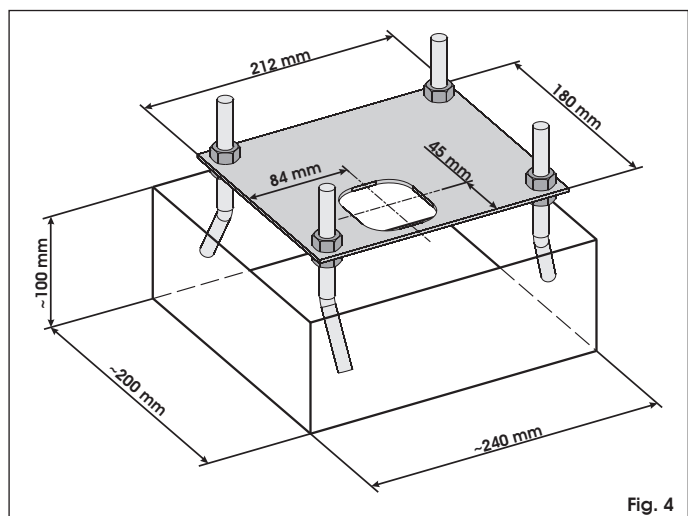
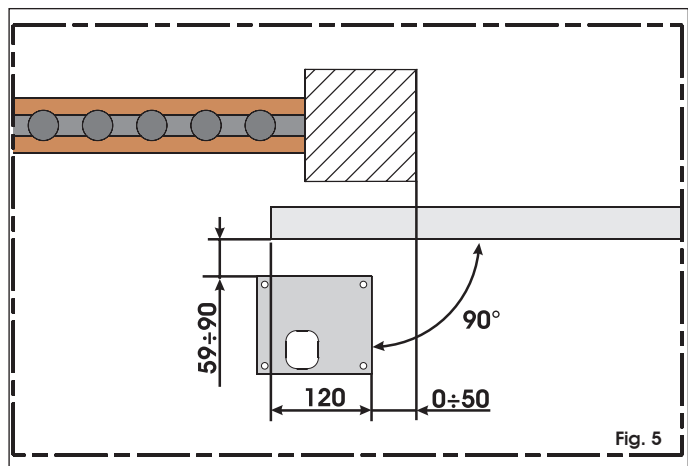
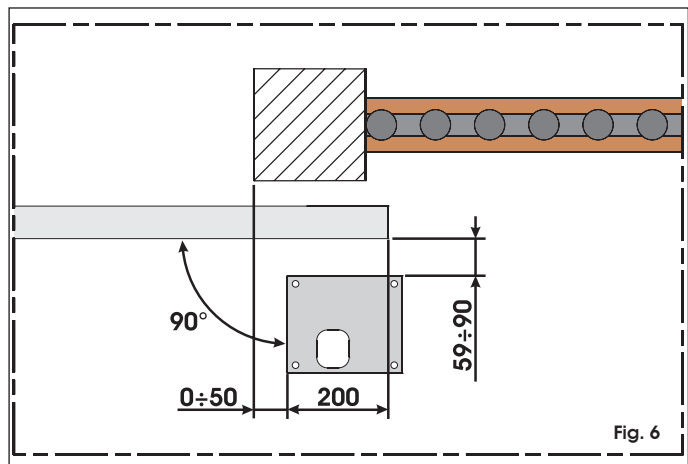

Fig. 4
Fig. 5
Fig. 6
- Réaliser un creusage pour la plaque de fondation d'après la fig. 4. Positionner la plaque de fondation d'après la fig. 5 (fermeture à droite) ou la fig. 6 (fermeture à gauche) pour garantir un engrenage correct entre le pignon et la crémaillère.
2) L'opérateur est fourni pour une installation qui prévoit, vue de l'intérieur, la fermeture du portail à droite de l'opérateur (fig. 5). En cas de fermeture à gauche, inverser la connexion des câbles branchés sur les bornes du moteur.